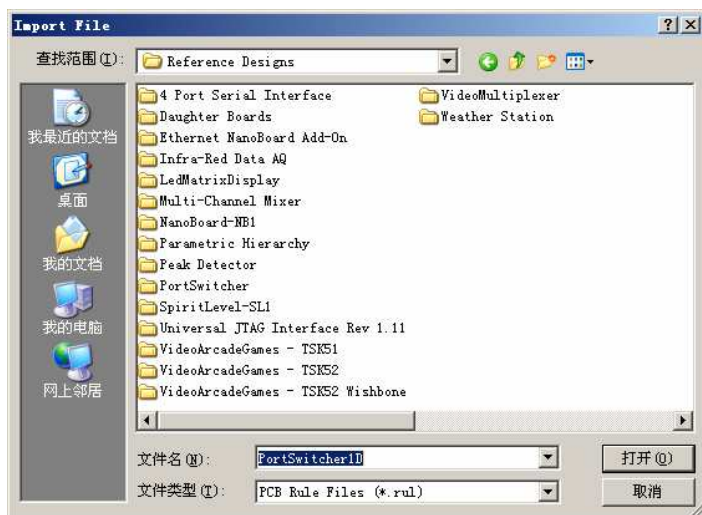

图 8.7 “Import File”对话框
(1) 在规则编辑器左侧的树形列表中单击鼠标右键，在弹出的菜单中选择“Import Rules...”命令，打开“Choose Design Rule Type”对话框。
(2) 在“Choose Design Rule Type”对话框中选择“Clearance Constraint”规则，单击“OK”按钮，打开如图 8.7 所示的“Import File”对话框。